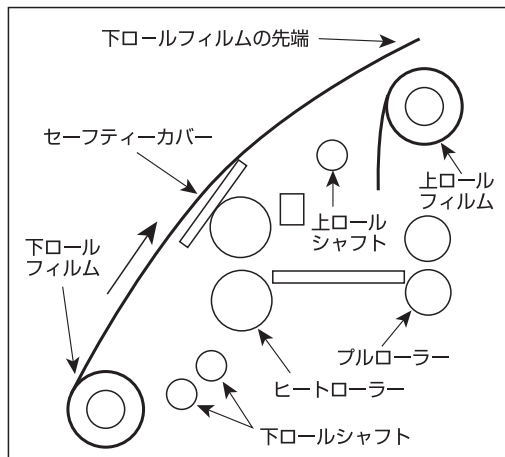

図1
3. 下ロールフィルムの先端を図1のように上ロールフィルムまで引っ張り上下のフィルム幅の左右がぴったり合わさるように調整してください。